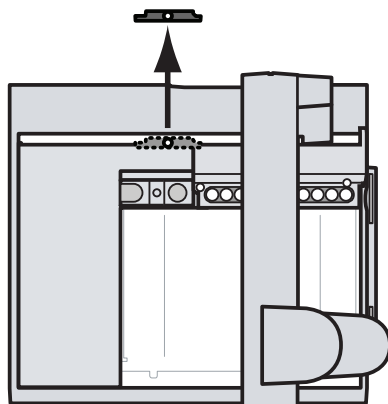

図 9 プラスチックの出荷用クランプ 2 個の取り外し
- 6 サンプルトレイからプラスチックの出荷用クランプ 2 個を取り外し、破棄します (図 9)。